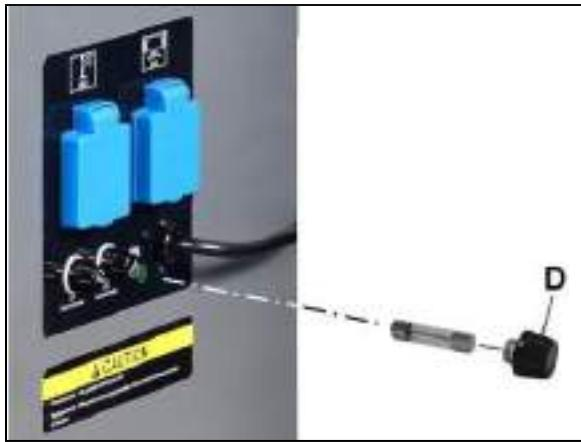

Рис.7
1. Поверните предохранитель (D, рис. 7) против часовой стрелки и удалите из гнезда.